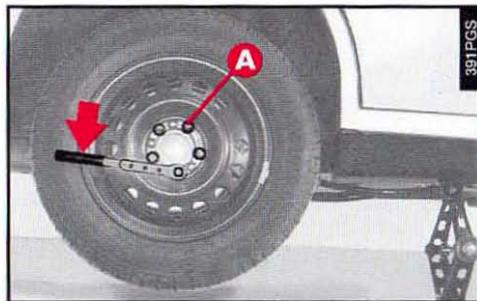

fig. 9
– dévisser complètement les boulons de fixation (**A-fig. 9**) et enlever la roue.